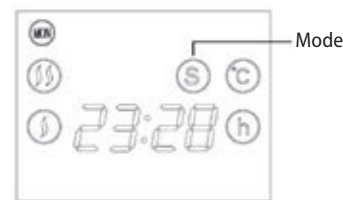

Fig. 2
2. Percer les trous sur les deux côtés sur le mur et y insérer des chevilles en plastique. Installer le support au mur à l'aide de tournevis, voir la figure 2.
Appuyer sur (SET) pour activer le mode de fonctionnement. L'écran affichera, voir la Fig. 2, (S).